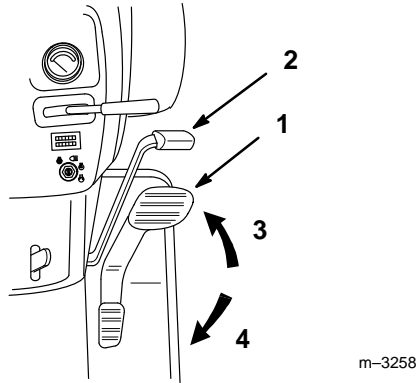

Abbildung 16
4. Den Fuß auf das Radantriebspedal stellen und langsam den oberen Teil des Pedals heruntreten, um vorwärts zu fahren, bzw. den unteren Teil des Pedals, um rückwärts zu fahren (Abb. 16). Je weiter das Pedal heruntergedrückt wird, desto schneller bewegt sich das Gerät in der entsprechenden Richtung.